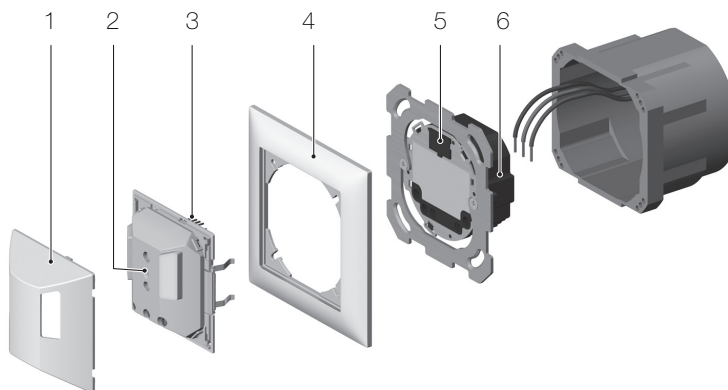

Fig. 24 Montage pirios 180, Trocken – UP
2. Schliessen Sie den Aktor (5) gemäss Schema (→ Kapitel 11) an.
3. Montieren Sie den Aktor (Fig. 24 zeigt die Unterputz-Montage Trocken). Beachten Sie bei Nass-Anwendungen (NAP/NUP) die Hinweise für die Entwässerung (→ Kapitel 8.1.2).
4. Entfernen Sie den Staubschutz von der Steckbuchse (4).
5. Setzen Sie den Sensor (2) mit dem Abdeckrahmen (7) so auf den Aktor (5) auf, dass die 8-poligen Steckstifte (3) in die Steckbuchse (5) des Aktors passen.
9. Montieren Sie die Abdeckhaube (1).